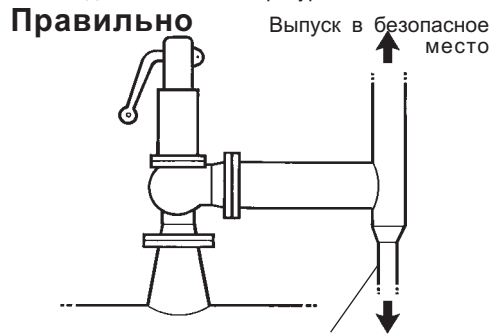

Рис.3
- 4.8 Если выходной трубопровод направлен вверх, в самой низкой точке необходимо сделать дренажное отверстие. (Рис.3) Выпуск должен осуществляться в место, где он не создает шума или неудобств.